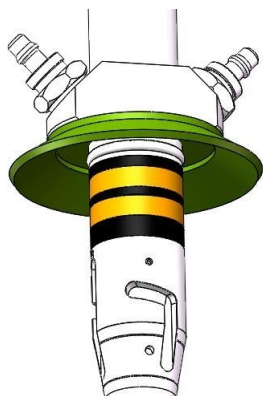

Рисунок 5 – Защитный колпачок и головка оптоволокна.
2. Совместите центральное отверстие защитного колпачка со срезом оптического волокна и наденьте его на срез оптического волокна (рисунок 5). Обратите внимание, что все уплотнительные кольца на головке оптоволоконна открыты под защитным колпачком.